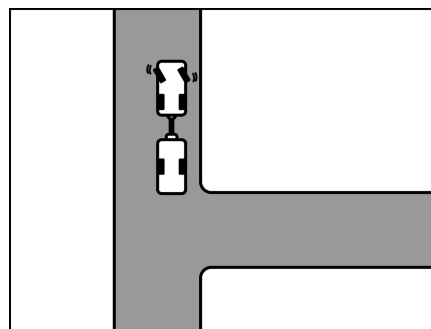

Fig. 9 Braquer à gauche
- Braquer à gauche quand l'attelage est arrêté (Fig. 9).